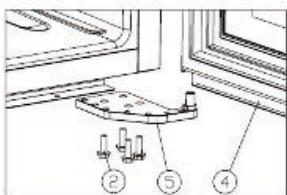

Figure 2
- Dévissez les vis M5*16 ②, démontez la charnière inférieure droite ⑤.[Figure 2]